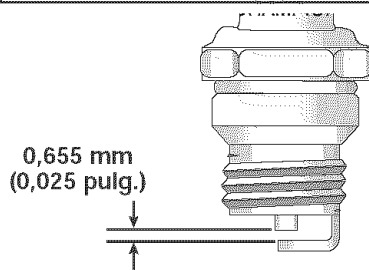

Fig. 19
3. Fije la separación de aire a 0,5 mm (0,020 pulgadas) utilizando un calibrador (Fig. 19).